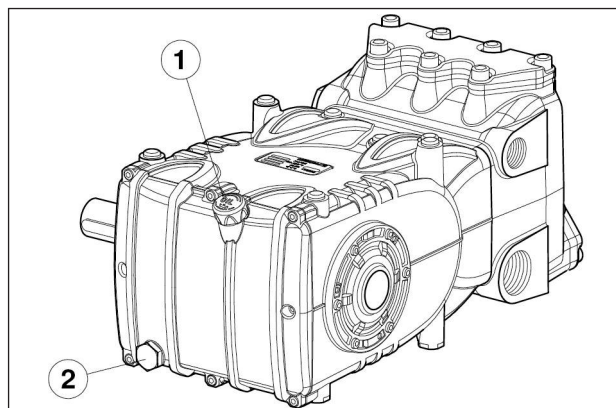

Рис. 3
Проверьте уровень масла и, при необходимости, долейте с помощью маслоизмерительного щупа, поз. ①, Рис. 3. Правильная проверка уровня масла выполняется на насосе при комнатной температуре, а замена масла должна производиться на насосе при рабочей температуре путем извлечения маслоизмерительного щупа поз. ①, а затем пробки, поз. ②, Рис. 3. Масло необходимо проверять и заменять, как указано в таблице в разделе 11. Необходимое количество составляет ~3,8 литра.
Подготовьте систему таким образом, чтобы ни при каких условиях во время работы насоса температура масла не превышала **110°C (230°F)**. Пользуйтесь температурным датчиком, вставляемым в маслосливную пробку, поз. (2), рис. 3. См. руководство "ВЗРЫВОЗАЩИТА АТЕХ".